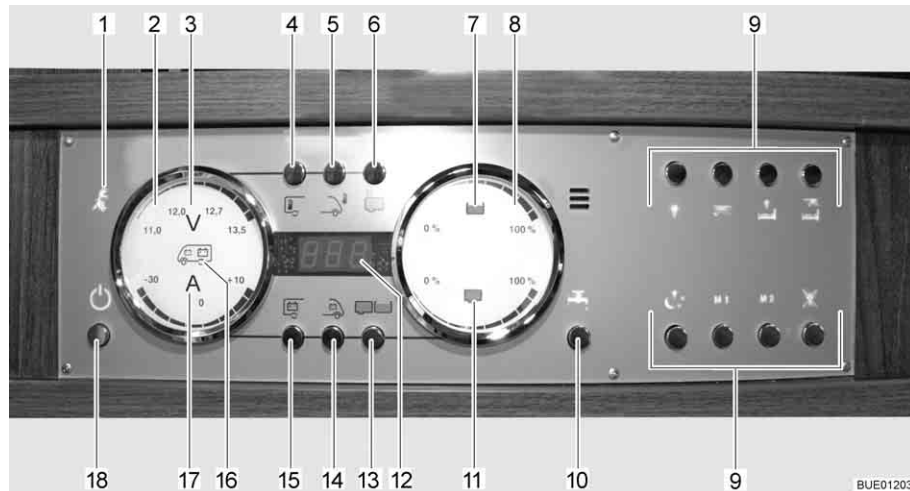

Fig. 153 Pannello di controllo LT 510
La spia di controllo a 230 V (Fig. 153,1) si accende quando all'ingresso della centralina elettrica è presente una tensione di rete.
L'interruttore principale a 12 V (Fig. 153,18) inserisce o disinserisce il pannello di controllo e l'alimentazione a 12 V dell'abitacolo.
- Premere brevemente il tasto dell'alimentazione a 12 V (Fig. 153,18). L'alimentazione a 12 V dell'abitacolo è inserita. L'indicatore di controllo "12 V" si accende.
- ▷ Se dopo l'accensione il LED "11,0" dell'indicazione dei Volt nonché il simbolo dei Volt "V" (Fig. 153,3) nell'indicatore delle batterie (Fig. 153,2) lampeggiano, significa che la tensione della batteria dell'abitacolo è insufficiente. Caricare la batteria.
- ▷ Se dopo l'accensione l'indicatore di controllo "12 V" e il simbolo dei Volt "V" (Fig. 153,3) lampeggiano tre volte, significa che la separazione della batteria è attivata. Disattivare la separazione della batteria.
- Premere brevemente il tasto dell'alimentazione a 12 V (Fig. 153,18). L'alimentazione a 12 V dell'abitacolo è disinserita. L'indicatore di controllo "Alimentazione a 12 V" si spegne.
- Premere il tasto della batteria dell'abitacolo (Fig. 153,15) e tenerlo premuto per ca. 10 secondi. Il simbolo dei Volt "V" (Fig. 153,3) e l'indicatore di controllo "12 V" lampeggiano tre volte. La batteria dell'abitacolo è separata dalla rete di bordo da 12 V.
- Premere il tasto "Alimentazione a 12 V" (Fig. 153,18) e tenerlo premuto per ca. 5 secondi. Il simbolo dei Volt "V" (Fig. 153,3) e l'indicatore di controllo "12 V" lampeggiano tre volte. La batteria dell'abitacolo è collegata alla rete di bordo a 12 V. L'indicatore di controllo si accende dopo ca. 5 secondi.
- Premere il tasto della batteria dell'abitacolo (Fig. 153,15). Il simbolo dei Volt "V" (Fig. 153,3) si accende. Il simbolo degli Ampere "A" (Fig. 153,17) diventa bianco o rosso a seconda del caricamento o dello scaricamento. La tensione della batteria e la corrente della batteria dell'abitacolo vengono indicate attraverso i LED nell'indicatore.
- Premere il tasto della batteria di avviamento (Fig. 153,14). Il simbolo dei Volt "V" (Fig. 153,3) si accende. La tensione della batteria della batteria di avviamento viene indicata attraverso i LED nell'indicatore.
- Premere il tasto dei serbatoi (Fig. 153,13). I simboli del serbatoio dell'acqua (Fig. 153,7) e del serbatoio delle acque grigie (Fig. 153,11) si accendono. I livelli di riempimento del serbatoio dell'acqua (scala superiore) e del serbatoio delle acque grigie (scala inferiore) sono indicati dai LED nell'indicatore.
Il simbolo del serbatoio dell'acqua (Fig. 153,7) o il simbolo del serbatoio delle acque grigie (Fig. 153,11) lampeggia se il serbatoio dell'acqua è vuoto o il serbatoio delle acque grigie è pieno.
Attraverso l'indicatore digitale (Fig. 153,12) è possibile visualizzare la temperatura interna e la temperatura esterna.
- Premere il tasto della temperatura interna (Fig. 153,4). Viene indicata la temperatura interna.